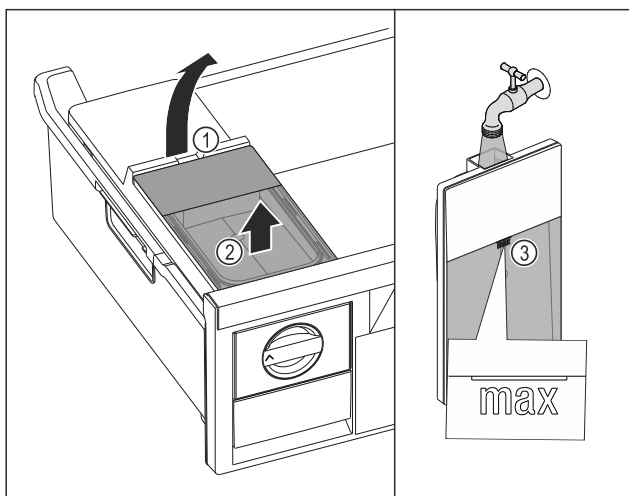

Fig. 129
- ▶ Nádržku na vodu nadvihnite za vybranie Fig. 129 (1).
- ▶ Nádržku na vodu odoberte nahor. Fig. 129 (2)
- ▶ Nádržku na vodu naplňte pitnou vodou po značku Fig. 129 (3).